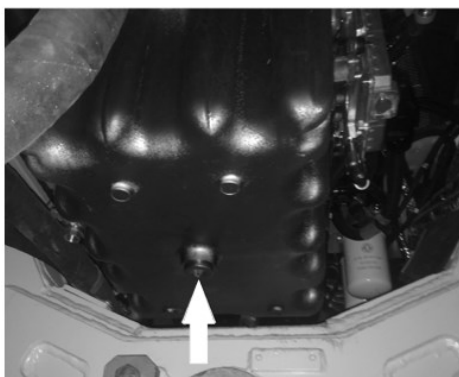

Рисунок 5.19. Сливная пробка масляного картера
- ▶ Ослабьте сливную пробку масляного картера рис. 5.19;